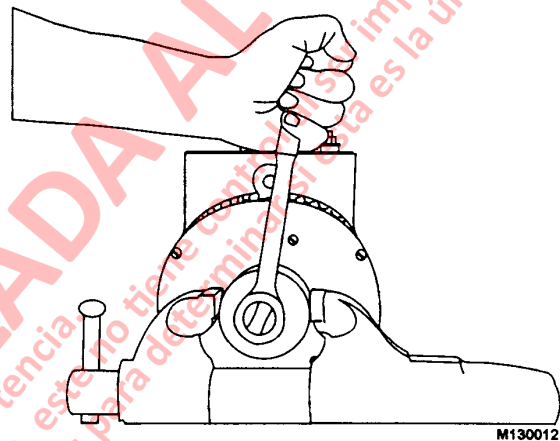

FIGURA 13-40
4. Instale la tuerca y la golilla endurecida en el eje. Coloque el alternador y la polea en el tornillo de banco. Con una llave de cubo de 15/16" apriete la tuerca de la polea (Figura 13-40), con un torque de 120 ft. lbs. (162.7 N.m).